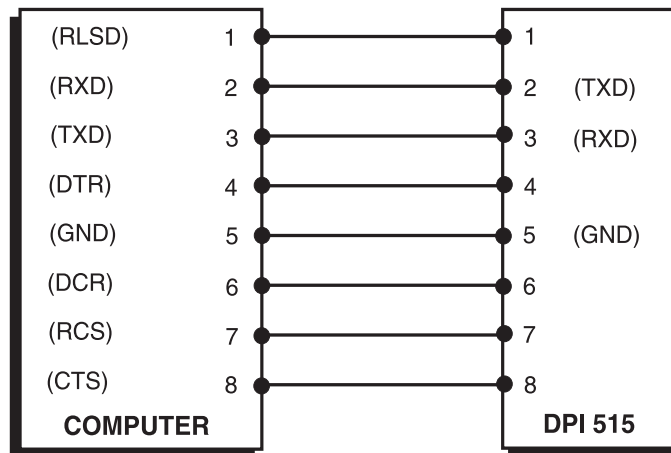

Figura 2-8, Collegamenti RS232 a 9 vie (Handshaking software)
- Collegare il cavo tra la porta di comunicazione del computer e la connessione RS232 D a 9 vie dello strumento, come indicato nella figura 2-8.